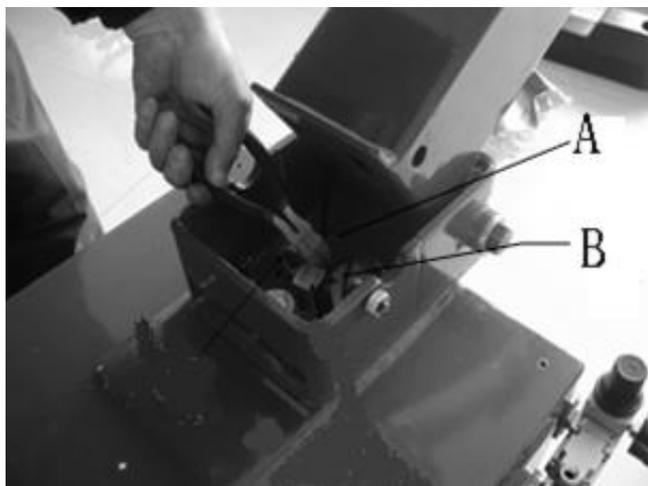

Рис. 4-5
4.2.8 Наклоните стойку назад, отрежьте фиксирующую проволоку (Рис.4-5 А) и вытолкните стержень поршня цилиндра (Рис.4-5 В) .